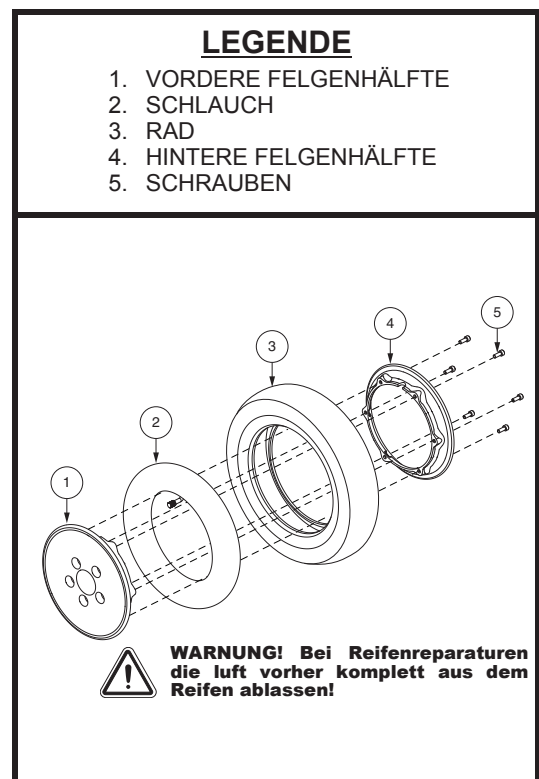

Abb. 22. Zerlegen und Zusammenbauen von Luftreifen
6. Entfernen Sie die Schrauben und trennen die äußere und innere Felge voneinander. **Siehe Abb. 22.**